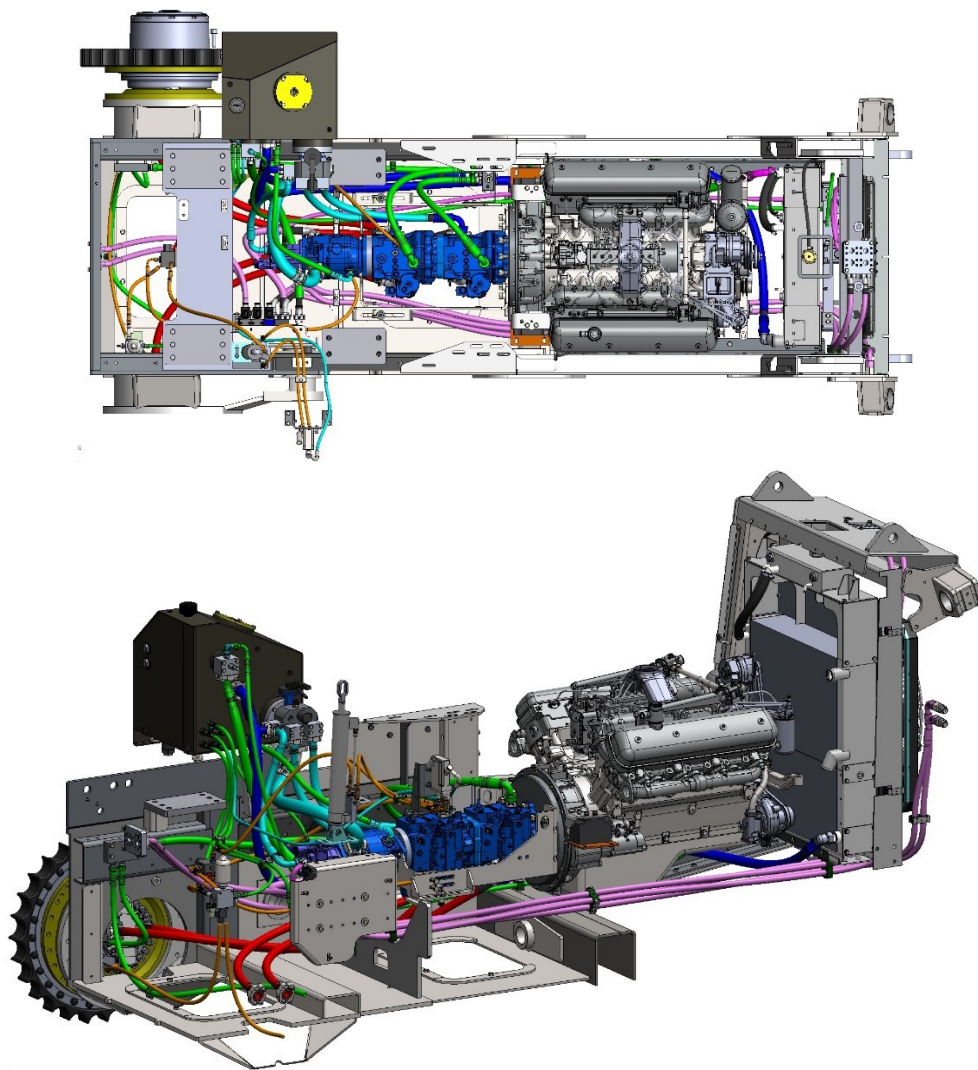

Рисунок 5.88. Расположение и прокладка трубопроводов гидросистемы на машине
- ▶ Визуально осмотреть трубопроводы, их прокладку по машине, места подключения к насосам, гидромоторам, на предмет наличие протечек и повреждений, см. рис. 5.88.